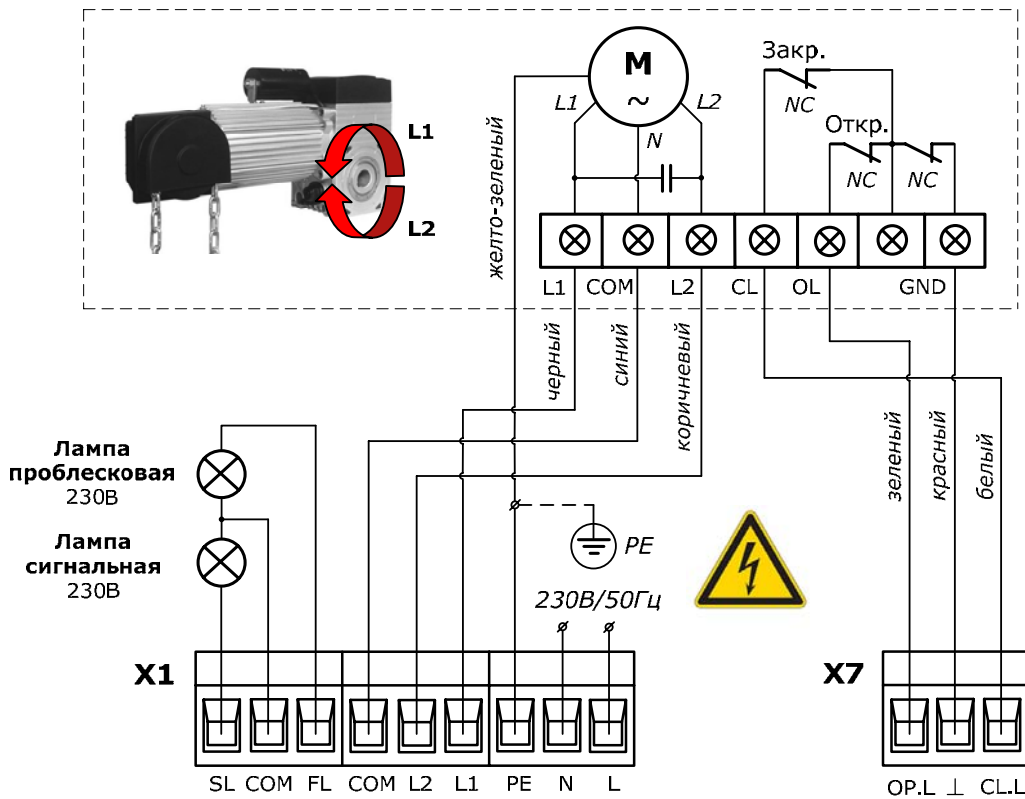
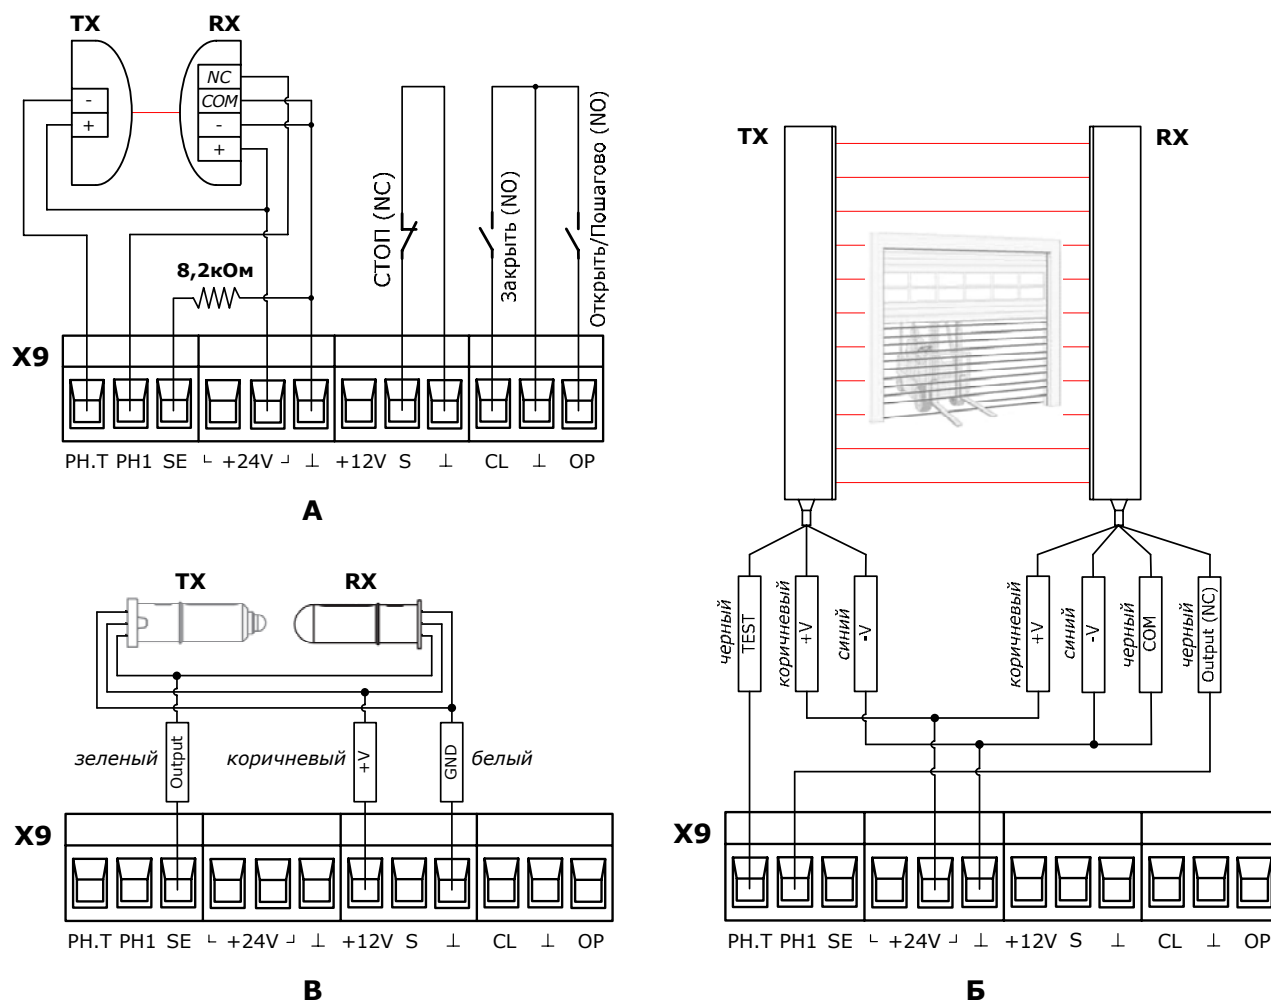
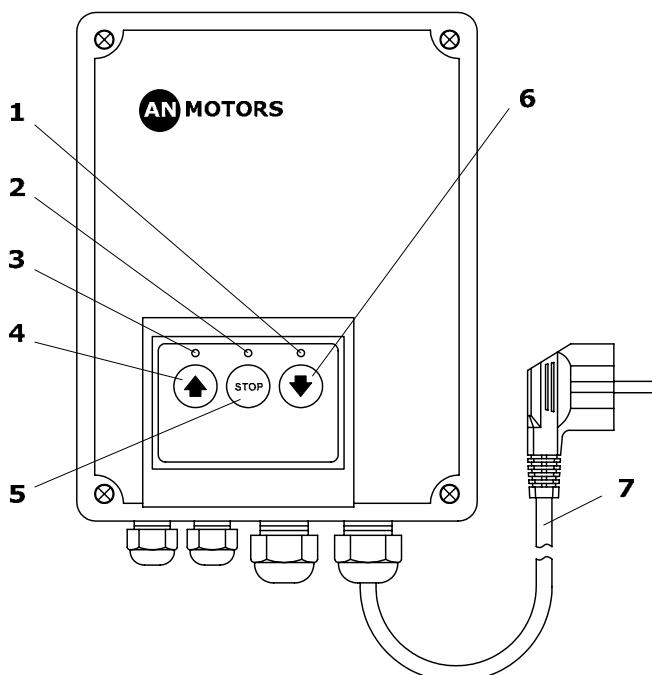

Рис. 3. Электрические подключения привода ASI50 к блоку управления
Рис. 4. Электрические подключения дополнительных устройств к блоку управления
Рис. 5. Панель блока управления CUID
При подключениях электродвигателя и выключателей конечных положений привода ASI50 (Рис. 3) используйте предлагаемые кабели из комплекта привода, четырехжильный ( $4 \times 1,5 \text{ мм}^2$ ) и трехжильный ( $3 \times 0,5 \text{ мм}^2$ ) соответственно.
Для управления открытием и закрытием ворот к блоку управления подключаются устройства с «нормально-открытым контактом» (Рис. 4А): кнопки, выключатели и т.п. Управление от устройств подключенных к клеммам «OP» и «⊥» осуществляется в последовательности согласно выбранного режима работы (см. раздел «5. Настройки»): «Открыть - Стоп - Открыть - Стоп...» в ручном режиме и полуавтоматическом 2; «Открыть - Стоп - Закрыть - Стоп - Открыть...» в полуавтоматическом 1; полное открытие в автоматическом. Управление от устройств подключенных к клеммам «CL» и «⊥» осуществляется в последовательности «Закрыть - Стоп - Закрыть - Стоп ...». Если для управления открытием или закрытием установлено несколько устройств, то они должны быть подключены параллельно.
Для немедленной остановки ворот при открытии и закрытии к блоку управления привода могут быть подключены устройства с «нормально-закрытым контактом» (Рис. 4А): датчик калитки, датчики ослабления тяговых тросов и т.п. Подключение устройств безопасности необходимо производить к клеммам «S» и «⊥». Если для немедленной остановки ворот в приводе установлено несколько устройств, то они должны быть подключены последовательно.
Выходная цепь приемника (RX) фото-устройств (Рис. 4А, Рис. 4Б) должна быть подключена к клеммам «PH1» и «⊥». Цепь питания приемника (RX) и передатчика (TX) фото-устройств подключается к клеммам «+24V» и «⊥». В случае реализации проверки работоспособности фотоэлементов (ФОТОТЕСТ) цепь питания передатчика (TX) фотоэлементов подключается к клеммам «+24V» и «PH.T» (Рис. 4А). Для реализации проверки работоспособности фотолинейек (ФОТОТЕСТ) специальный провод TEST передатчика (TX) фотолинейек подключается к выходу «PH.T».
В случае подключения фотоэлементов и фотолинейек с разными алгоритмами проверки работоспособности (Рис. 4А и 4Б) функция ФОТОТЕСТ возможна только для одного из них, соответственно вход «PH.T» может быть задействован только для фотоэлементов или только для фотолинейек.
Для обеспечения защиты от заземления воротами к блоку управления может быть подключен датчик безопасности нижней кромки полотна ворот (система чувствительный край) – резистивный датчик 8,2кОм (Рис. 4А) или оптоэлектронный датчик / оптосенсоры (Рис. 4Б). Выбор подключенного устройства в настройках блока управления сделайте согласно раздела «5. Настройки».
Для сигнализации о движении ворот к блоку управления может быть подключена проблесковая лампа (Рис. 3) 230В, макс. 100Вт. Проблесковая лампа подключается к клеммам «FL» и «СОМ». Лампа может работать в двух режимах – без предварительного мигания и с предварительным миганием (см. раздел «5. Настройки»).
Для сигнализации о полностью открытых воротах может быть подключена сигнальная лампа (Рис. 3) 230В, макс. 100Вт. Сигнальная лампа подключается к клеммам «SL» и «СОМ», горит при полностью открытых воротах.
К блоку управления привода могут подключаться другие устройства, отличные от вышеуказанных, например, универсальный приемник радиуправления и др. Цепи питания дополнительных устройств могут быть подключены к клеммам «+24V» и «⊥» (Рис. 4), номинальное напряжение на которых 24В постоянного тока. Максимальное значение тока для всех подключенных к клеммам «+24V» и «⊥» устройств не должно превышать 150мА.
Блок управления CUID-230 оснащен сетевым шнуром (Рис. 5). Для подключения блока управления к сети предварительно подведите стационарную розетку. Розетка должна находиться в легкодоступном месте. Все подключенные к блоку управления кабели и провода должны быть надежно зафиксированы кабельными вводами блока управления.
- С помощью кнопок управления 4 и 6 (Рис. 5) проверьте, что движение полотна ворот осуществляется в требуемых направлениях, при открытии ворот на дисплее модуля управления индикация « $\square$ », при закрытии « $\square$ ». Рекомендуется использовать ручной режим в настройках работы привода (см. раздел «5. Настройки»). Если направление вращения выходного вала привода не совпадает с требуемым, отключите электрическую сеть (извлеките вилку сетевого шнура блока управления из розетки) и поменяйте местами провода подключения на клеммах «L1» и «L2» (Рис. 3).
<p>Режим работы            Выбранный режим устанавливает определенную логику работы привода:</p> <p>1 - ручной. Открытие и закрытие ворот осуществляется только при нажатии и удержании устройств управления подключенных соответственно к входам «OP» и «CL» (Рис. 4А), а также при нажатии и удержании соответственно кнопок  и  лицевой панели блока управления (Рис. 5). Команды от пультов радиоуправления игнорируются. Устройства безопасности активны (см. раздел «4.2. Подключение дополнительных устройств»).</p> <p>2 - полуавтоматический 1. При кратковременном нажатии устройств управления подключенных к входу «OP» (Рис. 4А) или кнопки  (Рис. 5) движение ворот осуществляется в последовательности "... Открыть - Стоп - Закрыть - Стоп - Открыть...". При кратковременном нажатии устройств управления подключенных к входу «CL» или кнопки  движение ворот осуществляется в последовательности "...Закрыть - Стоп - Закрыть - Стоп ...". Управление движением ворот от пультов радиоуправления (АТ-4 и АТ-4m) осуществляется в последовательности "... Открыть - Стоп - Закрыть - Стоп ...". Устройства безопасности активны (см. раздел «4.2. Подключение дополнительных устройств»)</p> <p>3 - полуавтоматический 2. При кратковременном нажатии устройств управления подключенных к входу «OP» (Рис. 4А) или кнопки  (Рис. 5) движение ворот осуществляется в последовательности "... Открыть - Стоп - Открыть - Стоп ...". При кратковременном нажатии устройств управления подключенных к входу «CL» или кнопки  движение ворот осуществляется в последовательности "... Закрыть - Стоп - Закрыть - Стоп ...". Управление движением ворот от пультов радиоуправления АТ-4m системы радиоуправления «AN-Motors» осуществляется в последовательности "... Открыть - Стоп - Закрыть - Стоп ...". Пульты радиоуправления АТ-4 не используйте. Устройства безопасности активны (см. раздел «4.2. Подключение дополнительных устройств»).</p> <p>Заводская настройка</p> <p>4 - автоматический. После полного открытия ворот по истечении установленной в настройках времени паузы (см. настройку «Время паузы») происходит автоматическое закрытие. Срабатывание устройств управления, подключенных к входу «OP» (Рис. 4А) или кнопки  (Рис. 5), а также от записанных пультов существующей системы радиоуправления (АТ-4), вызывает полное открытие ворот, при этом до полного открытия ворот команды от указанных устройств управления игнорируются; срабатывание данных устройств управления во время отсчета времени паузы до автоматического закрытия ворот вызывает сброс времени паузы и отсчет времени паузы сначала; при закрытии ворот управляющая команда вызывает остановку движения. При кратковременном нажатии устройств</p>
<p style="text-align: center; font-size: 2em;">FL</p>	<p>Фототест          При включенной настройке выполняется проверка работоспособности фотоустройств безопасности закрытия (фотоэлементы или фотолинейки), передатчик которых подключен к выходу «PH.T», а приемник к входу «PH1» модуля блока управления привода (Рис. 4А, Рис. 4Б):</p> <p>0 - выключено для фотоэлементов. Заводская настройка</p> <p>1 - включено для фотоэлементов ("прямой" Фототест). В начале движения блоком управления непродолжительно выключается напряжение питания на передатчике TX (Рис. 4А) фотоэлементов и проверяется реакция приемника RX фотоэлементов. Если проверка не выполнена, то закрытие ворот блокируется. На дисплее блока управления появляется индикация «FL»</p> <p>2 - выключено для фотолинеек</p> <p>3 - включено для фотолинеек ("инверсный" Фототест). Предназначена для фотоустройств со специальным выходом «TEST» (фотолинейки, фотодатчики и т.п.) В начале движения блоком управления непродолжительно замыкается контакт «TEST» и контакт «-V» передатчика TX (Рис. 4Б) и проверяется реакция приемника RX. Если проверка не выполнена, то закрытие ворот блокируется. На дисплее блока управления появляется индикация «FL».</p>
<p style="text-align: center; font-size: 2em;">SE</p>	<p>Датчик безопасности нижней кромки  Выбирается тип подключенного датчика безопасности нижней кромки полотна ворот (система чувствительный край), обеспечивающего защиту от защемления воротами при закрытии:</p> <p>1 - оптоэлектронный датчик (Рис. 4В)  2 - резистивный датчик (Рис. 4А). Заводская настройка</p>